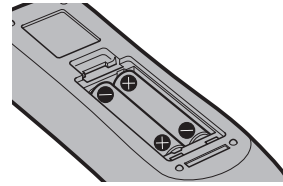

图 2
- 2) 插入电池并关闭盖板(先插入 \ominus 端)。(图 2)